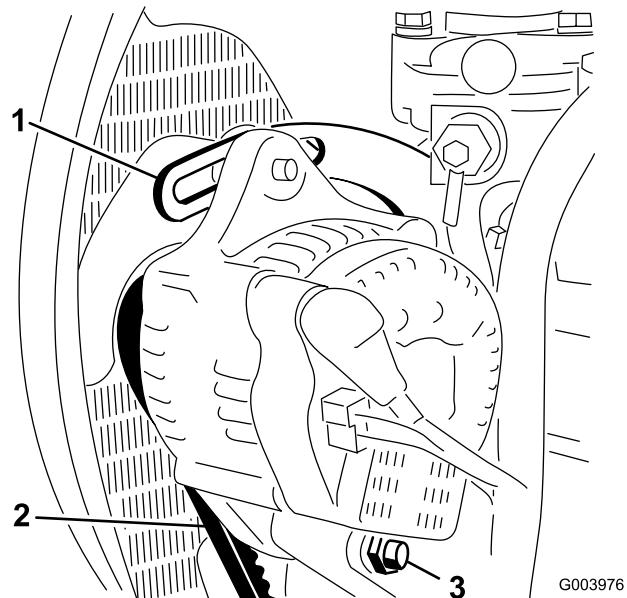

Bild 63
2. Prüfen Sie die Spannung des Treibriemens, indem Sie eine Kraft von 10 kg in der Mitte zwischen der Lichtmaschine und der Kurbelwellenscheibe ansetzen (Bild 63).
3. Lockern Sie die Schrauben, mit denen der Bügel am Motor befestigt ist sowie die Schraube, mit der die Lichtmaschine an der Strebe befestigt ist (Bild 63).